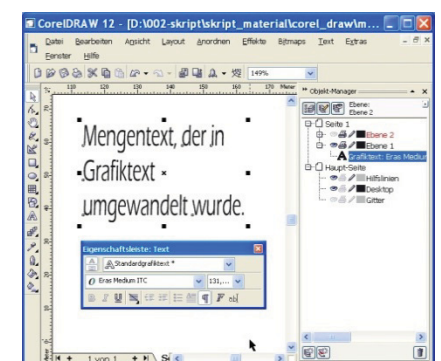

Abb. 9-32: Grafiktext deformiert
- Grafiktext wird immer bündig vom Rahmen umschlossen (Abb. 9-32). Vergrößert man diesen unproportional, so wird der Text verzerrt, die Fonteigenschaften gehen also verloren, auch wenn sie in der SL EIGENSCHAFTSLEISTE weiterhin angezeigt werden.